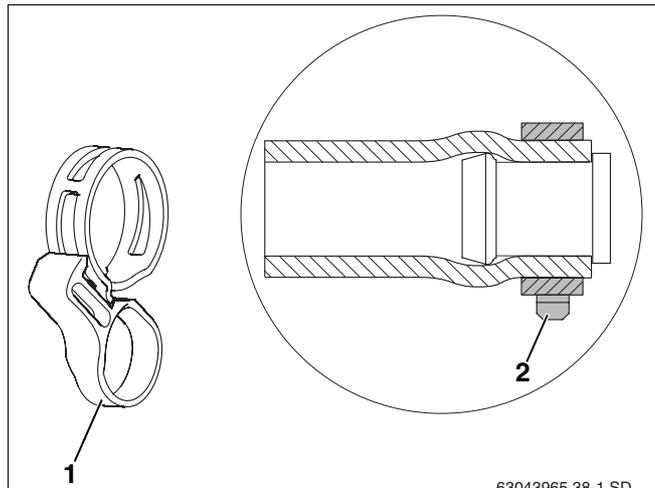

Fig. 39 Bride du compensateur avec anneau de fixation et montée sur le bouchon plein prémonté
- La position correcte de la bride du compensateur (fig. 39, **pos. 2**) doit être impérativement vérifiée avant de retirer l'anneau de sécurité (fig. 39, **pos. 1**). Le détacher ultérieurement avec des pinces risque d'entraver la capacité de serrage.